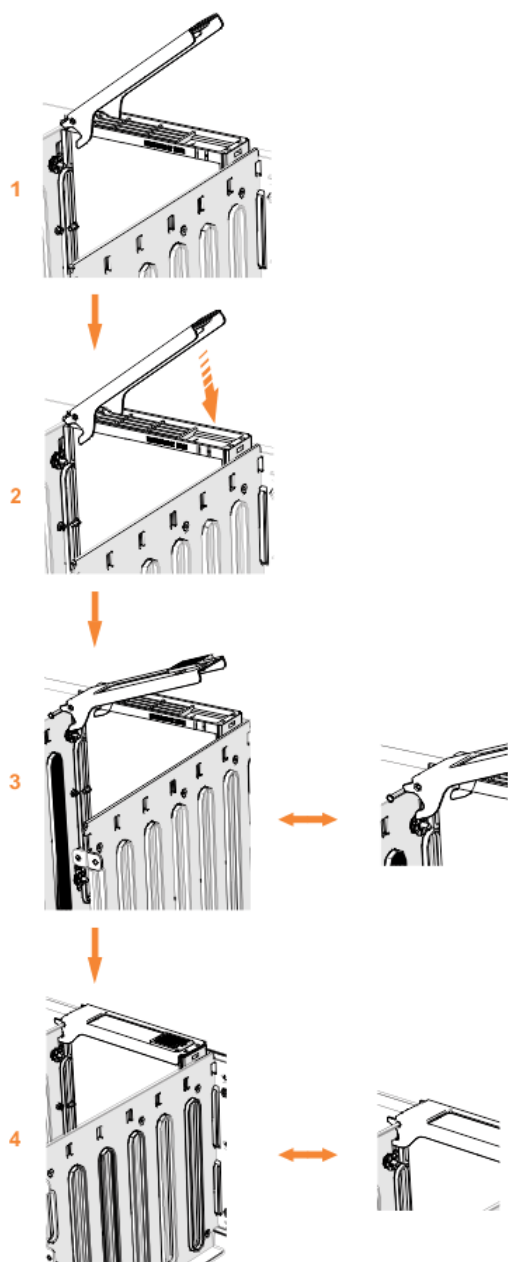

Abbildung 85. Laufwerk wieder einbauen
5. Stellen Sie Sicher, dass der Laufwerkhalterungsgriff (1 in Abbildung 85 auf Seite 74) der Laufwerkbaugruppe in der geöffneten (entsperrten) Position ist.
7. Drücken Sie das Laufwerk vorsichtig bis zum Anschlag nach unten. Die Unterkante der Verriegelung und die Oberkante der Trennwand müssen sich auf gleicher Höhe befinden. Stellen Sie sicher, dass der Griff nicht mehr als 45 Grad vom Laufwerkswagen geöffnet ist (**2** in Abbildung 85 auf Seite 74).
8. Drehen Sie den Griff nach unten, um die Laufwerkbaugruppe im Chassis zu verriegeln (siehe **3** in Abbildung 85 auf Seite 74).
10. Stellen Sie sicher, dass der obere Haken der Verriegelung ebenfalls vollständig eingekuppelt ist (**4** in Abbildung 85 auf Seite 74).